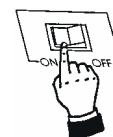

Figure 3
**MODELLO SEMIAUTOMATICO (Gruppo elettrico) (Fig.3)**